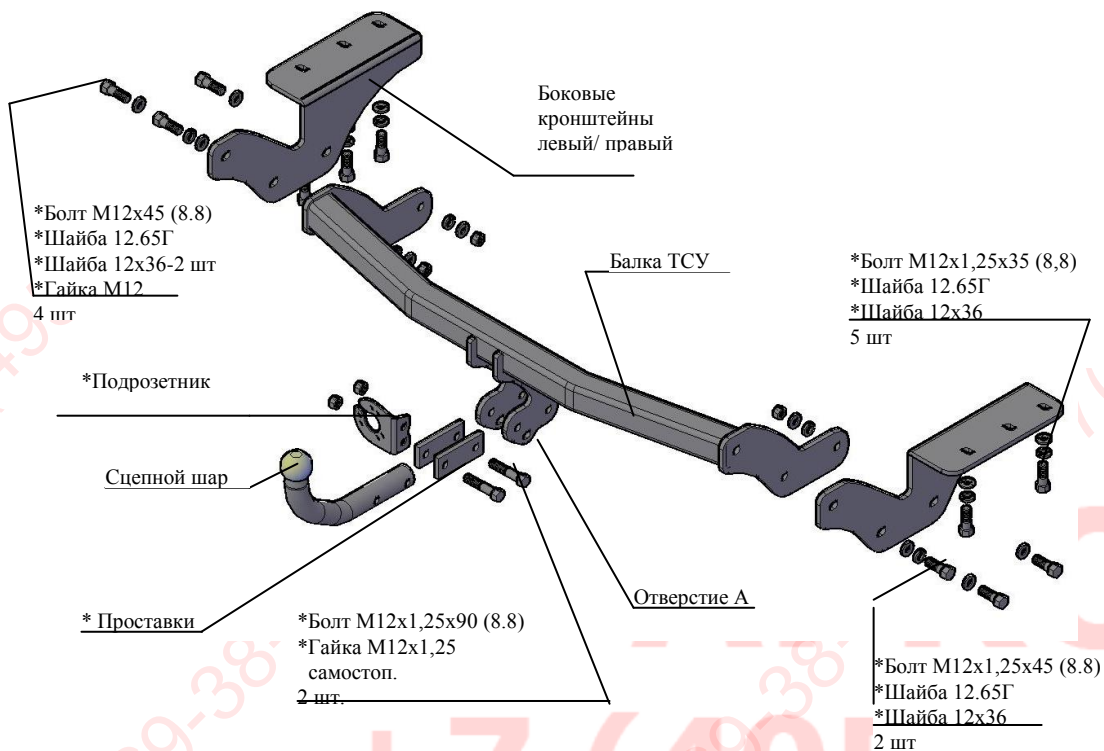

Рис.1 Тягово-сцепное устройство 7832.
2.1 ТСУ 7832 в сборе (рис.1)	1 шт.
2.2 Пакет с комплектующими (см. рис.1)	1 шт.
4.2 Закрепить боковые съемные кронштейны ТСУ (правый и левый соответственно рис.1) к нижним полкам лонжеронов а/м (с левой стороны – тремя, а с правой стороны – двумя) болтами М12х1,25х35 (под головки болтов подложить шайбы гроверные 12.65Г и шайбы 12х36). Крепеж не затягивать.